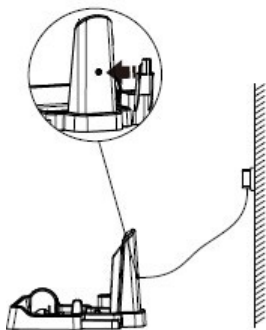

Figura 13
- I. Inserte el adaptador de corriente en la toma de corriente, consulte la Figura 13.